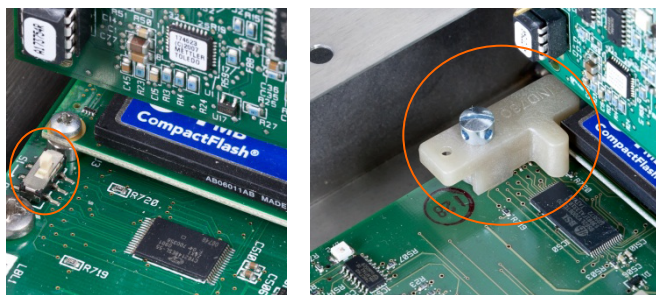

Figure 2-113 : Commutateur de sécurité métrologique (gauche) et capot installé (droite)
2. Installez le capot de sécurité pour interdire l'accès à S-1, le commutateur de sécurité métrologique indiqué sur la Figure 2-113.